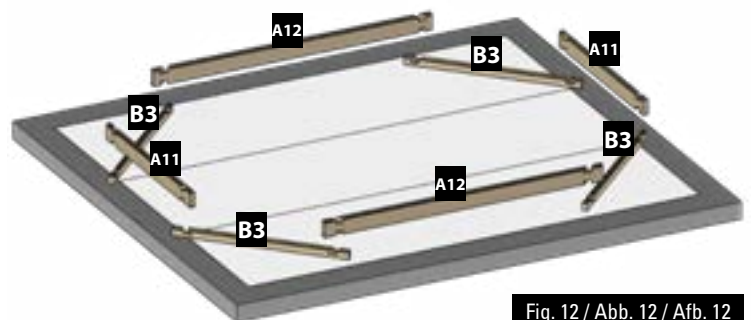

Fig. 12 / Abb. 12 / Afb. 12
**INSTALLATION OF THE FIRST LAYER OF BOARDS:** • Build the first layer placing boards (A11), (A12) and (B3) as shown by figure 12. • Adjust the shape of the pool using the inside dimensions indicated in the installation diagram (see page 40-46). • The drawing shows the inside dimensions of the pool for the different opposing diagonals. After having installed the first layer, you should check the inside dimensions of the pool.
**POSITIONNEMENT DE LA 1ÈRE RANGÉE DE MADRIERS :** • Constituez la première rangée, en disposant les madriers (A11), (A12) et (B3) comme indiqué sur la figure 12. • Ajustez la forme de la piscine en vous aidant des dimensions intérieures indiquées sur le plan d'implantation (Voir page 40-46). • Le plan donne les dimensions intérieures du bassin pour les différentes diagonales opposées.
**POSITIONIERUNG DER ERSTEN REIHE VON BRETTERN:** • Errichten Sie die erste Reihe, indem Bretter (A11), (A12) und (B3) platzieren, wie Abb. 12 zeigt. • Passen Sie die Form des Pools an, indem Sie die angezeigten Innenmaße verwenden, die in der Einbauzeichnung (Siehe Seite 40-46) aufgeführt sind. • Die Zeichnung zeigt die Innenmaße des Pools für die verschiedenen gegenüberliegenden Diagonalen.
**PLAATSING VAN DE EERSTE RIJ PLANKEN:** • Construeer de eerste rij door het plaatsen van planken (A11), (A12) en (B3) zoals te zien is op afbeelding 12. • Plan de vorm van het zwembad aan waarbij u gebruik maakt van de interne afmetingen die zijn aangegeven op het montageplan (Zie pagina 40-46). • Het plan geeft interne afmetingen van het zwembad aan voor de verschillende tegenover elkaar liggende diagonale lijnen.